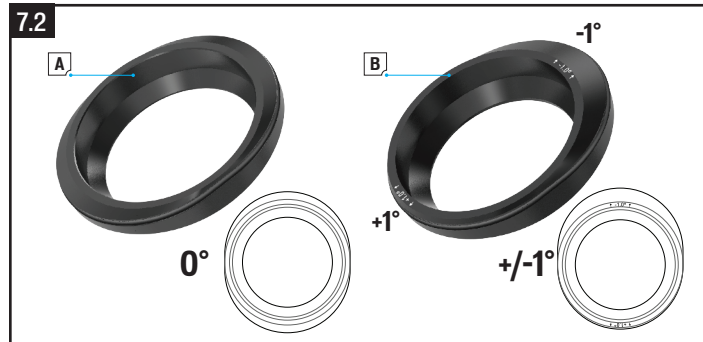

Fig. 7.2
- Draai de bout van de bovenste kap (B) los en verwijder het.
- Verwijder de stuurpen (C) van de stuurbuis van de vork (D) en verwijder de vork van het frame (E).
- Kies de gewenste balhoofdglagerschaal en positie (Fig 7.2) voor de gewenste geometrie van de fietser.